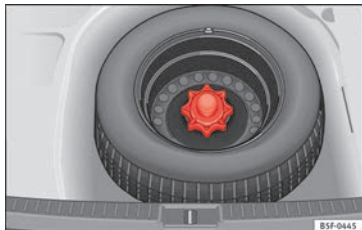

Fig. 243 Roue de secours : plancher de chargement soulevé.
- Soulevez le plancher de chargement et laissez-le dans cette position pour pouvoir retirer la roue de secours » fig. 243.